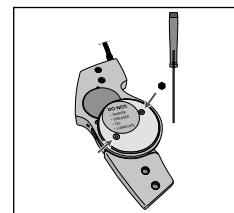

Fig. 4
2. Utilizzate il cacciavite a brugola in dotazione per allentare le due viti sulla piastra di copertura mediale (in acciaio inox) e rimuoverla (**vedere Fig. 4**).